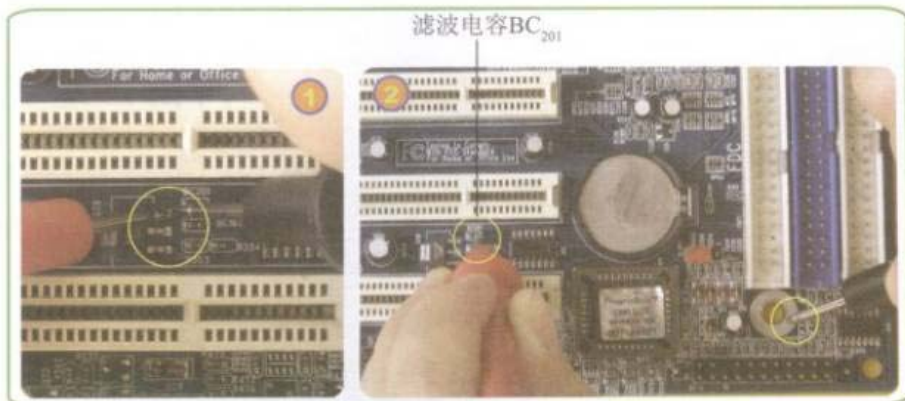

图6-22 三端稳压器输入脚连接滤波电容的线路
Step 02 测量三端稳压器输入脚连接的滤波电容及滤波电容接地的线路, 如图6-22所示。